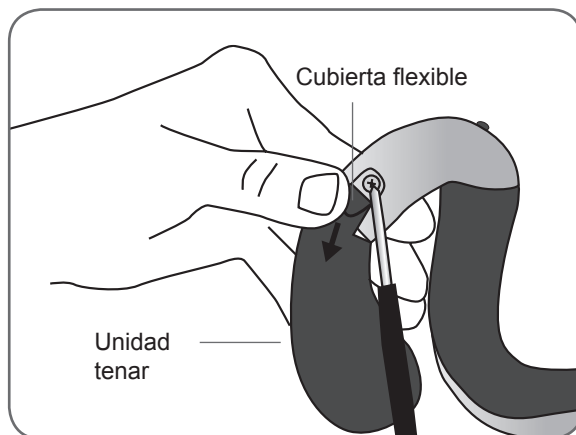

Ilustración 6-3: Cómo sujetar la unidad tenar al extremo en espiral de la ortesis.
4. Apriete el tornillo. El tornillo fija la unidad tenar en su lugar y permite el contacto eléctrico entre la unidad y la ortesis. Consulte la Ilustración 6-3.